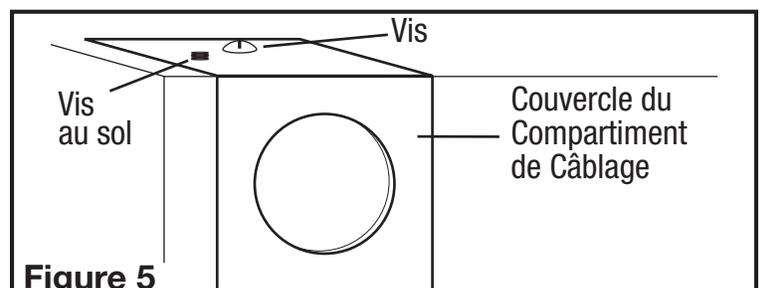

Figure 5
- Enlever le vis du couvercle du compartiment à câblage et mettre ce couvercle dans un endroit fiable (Figure 5).